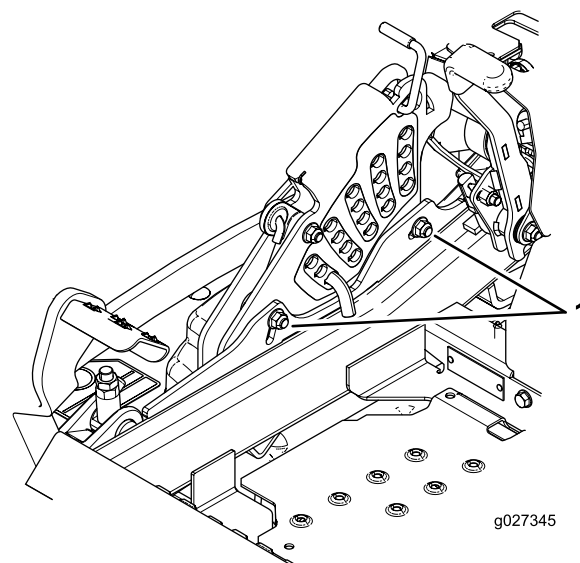

Figura 94
11. Para ajustar el sistema de ajuste de un solo punto, afloje los dos pernos situados cerca del borde inferior de la pletina de altura de corte. Consulte Figura 94.
13. Apriete los dos pernos situados cerca del borde inferior de la pletina de altura de corte (Figura 94). Apriete a 37–45 Nm (27–33 pies-libra).